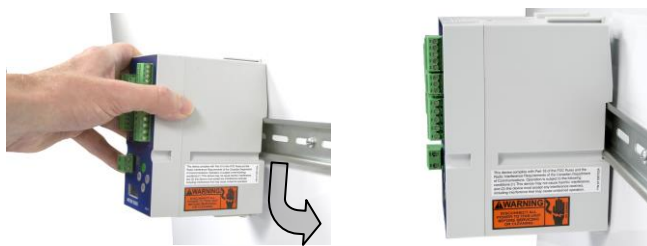

图 2-5 导轨式的安装 2
2. 仪表背面对着导轨，将导轨槽的一边卡在导轨上。向下用力，将仪表放置在导轨上，见图 2-5；